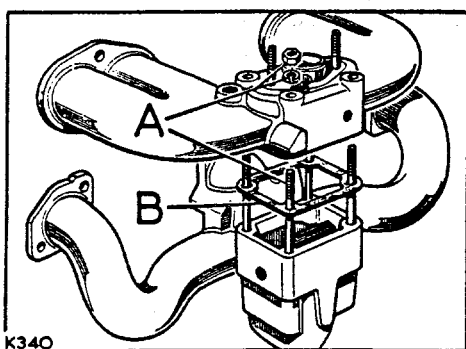

Abb. A1-34. Auspuffkrümmer vom Ansaugkollektor trennen
2. Ansaugkollektor unter Bezugnahme auf Abb. A1-34 am Auspuffkrümmer befestigen. Die Befestigungen sind erst anzuziehen, nachdem der Krümmerzusammenbau am Motor gemäss Arbeit A1-7 befestigt wurde.